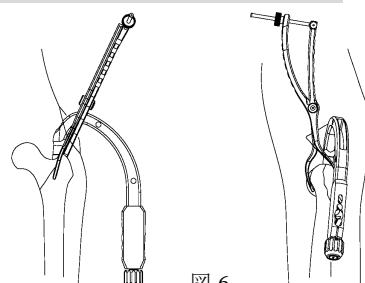

図 6
- 鉗子での整復位保持状態でエントリーホールの開窓を行い、ネイルを挿入します。（図 6）